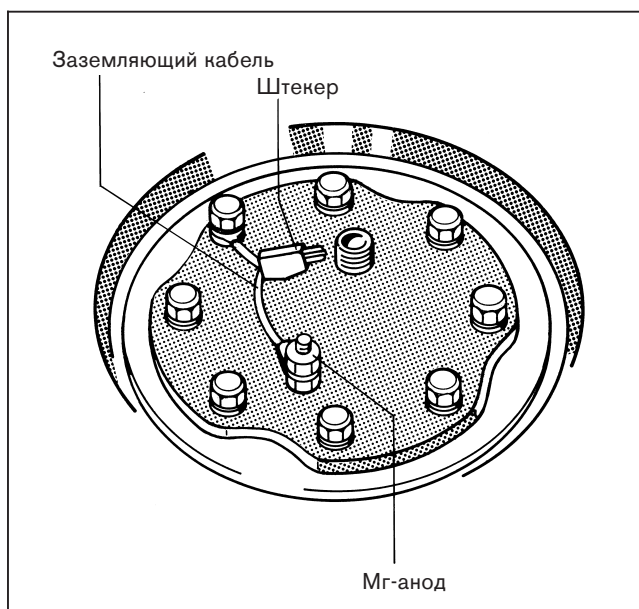

Рис. 10
- Проверить встроен ли магниевый анод и подключен ли заземляющий кабель (рис. 10).
- Регуляторы типа Ecomatic 4000: снять штекер у заземляющего кабеля (рис. 10).
- Вывинтить шестигранные болты из крышки ручного отверстия, снять крышку ручного отверстия, вместе с магниевым анодом (рис. 10).
- Вложить ушко заземляющего кабеля и закрутить шестигранные болты (рис. 10).